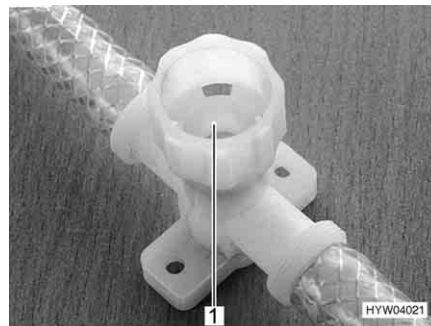

Bild 160 Ablasshahn für Therme
- Alle Ablasshähne schließen. Dazu die Kappen (Bild 160,1) im Uhrzeigersinn drehen.
- Alle Ablasshähne der Therme öffnen. Dazu die Kappen (Bild 160,1) entgegen dem Uhrzeigersinn drehen.